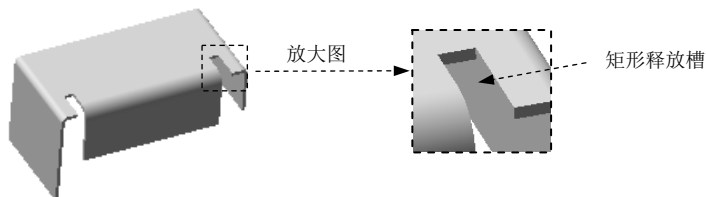

图 10.2.31 矩形释放槽
(1) 在附加钣金壁的连接处，将主壁材料切割成矩形缺口构建的释放槽为矩形释放槽，如图 10.2.31 所示。